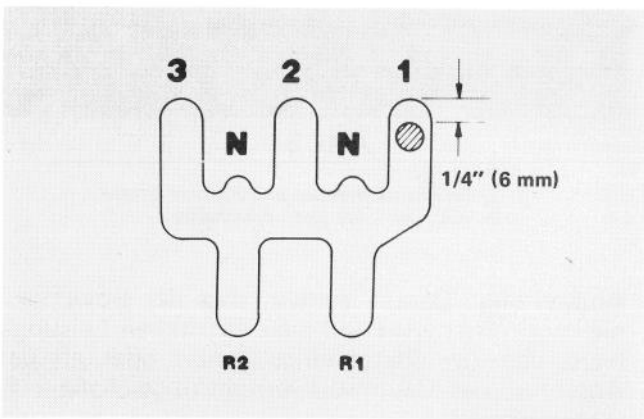

Abb. 5
1. Den Gangschalthebel in Stellung 1 bringen und so festhalten, dass seine Vorderkante 6 mm Abstand vom Schlitzende hat (Abb. 5).